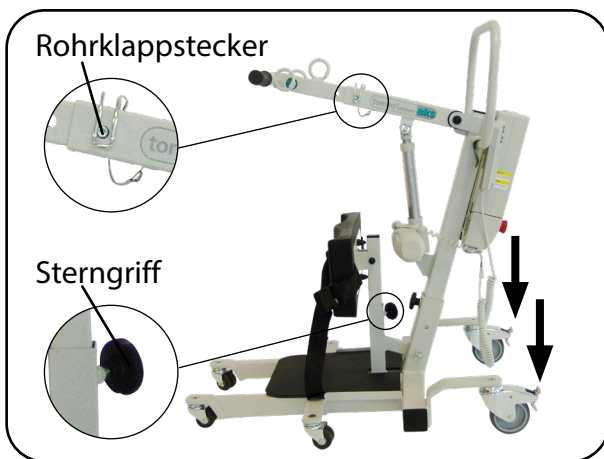
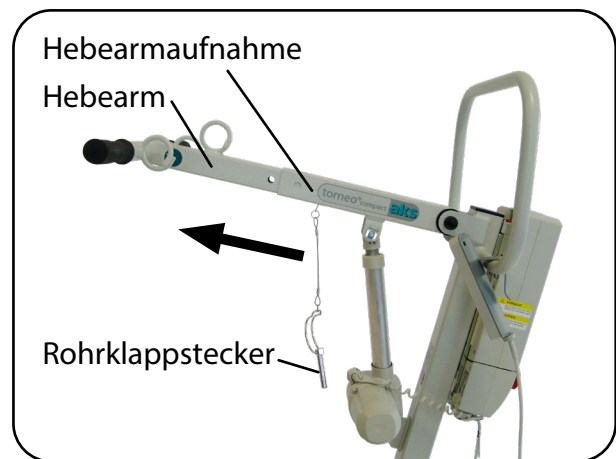
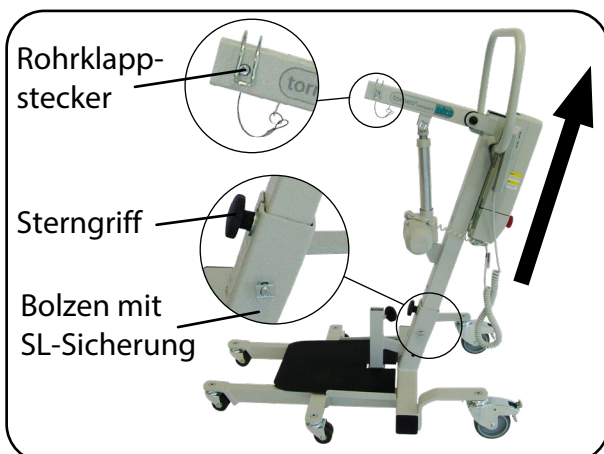

Abb.13.2.01 – torneo® compact
Abb.13.2.02 – Hebearm Demontage
Abb.13.2.03 – Standmast aus Standmastaufnahme entfernen
1. Bremsen Sie die beiden hinteren Laufrollen an der Bedienerseite, durch Betätigung des Tritthebels (Abb. 13.2.01); siehe Kapitel Bedienung Abschnitt **Laufrollen**.
1. Bremsen Sie die beiden hinteren Laufrollen an der Bedienerseite, durch Betätigung der Tritthebel (Abb. 13.2.01); siehe Kapitel Bedienung Abschnitt **Laufrollen**.
4. Lösen Sie den Sterngriff, welcher die Schienbeinstütze fixiert und entfernen Sie die Schienbeinstütze (Abb. 13.2.01). Drehen Sie den Sterngriff ca. zwei Umdrehungen im Uhrzeigersinn, sodass dieser im Fahrgestell verbleiben kann.
5. Öffnen Sie den Rohrklappstecker der den Hebearm in der Hebearmaufnahme sichert (Abb. 13.2.01) und entfernen Sie den Hebearm (Abb. 13.2.02). Positionieren Sie den Rohrklappstecker wieder in der Hebearmaufnahme und verschließen Sie ihn (Abb. 13.2.03).
6. Lösen Sie den Sterngriff mit Unterlegscheibe, der den Standmast in der Standmastaufnahme fixiert. Entfernen Sie den Bolzen mit SL-Sicherung aus der Standmastaufnahme und ziehen Sie den Standmast heraus (Abb. 13.2.03). Drehen Sie den Sterngriff mit Unterlegscheibe ca. zwei Umdrehungen im Uhrzeigersinn, sodass dieser im Standmast verbleiben kann und verstauen Sie den Standmast sicher in der Originalverpackung.